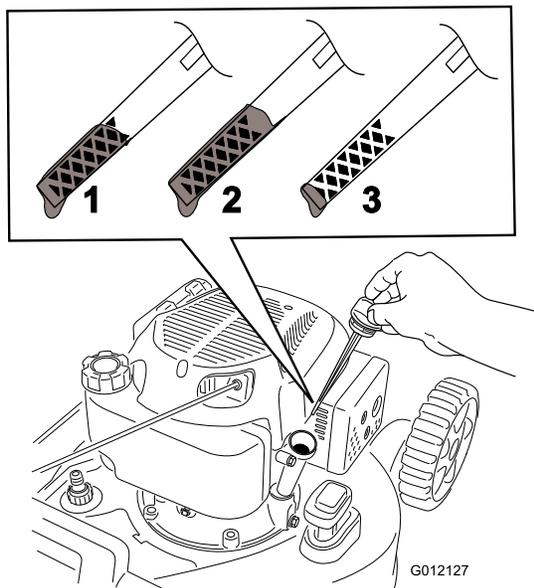

**Figura 20**
5. Coloque el cortacésped de lado con la varilla de aceite hacia abajo para drenar el aceite usado a través del tubo de llenado de aceite (Figura 20).